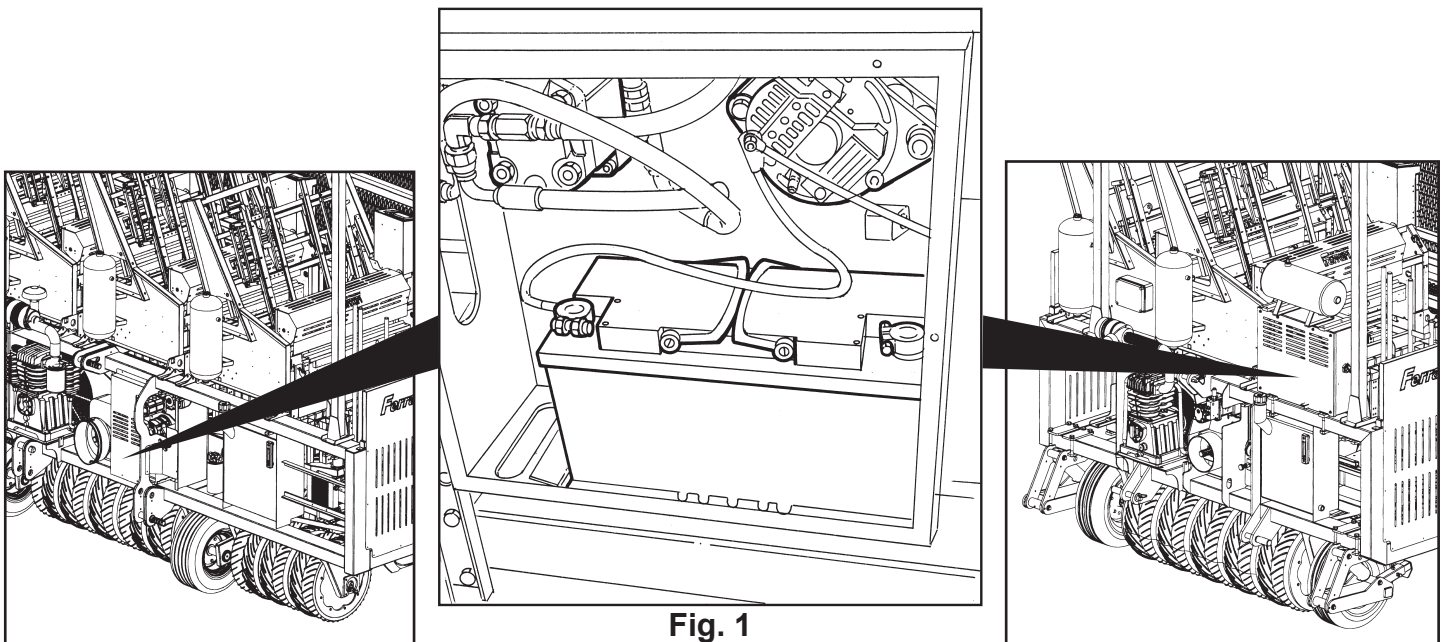

Fig. 1
- Gruppo alimentazione elettrica (Fig. 1).
- Electric power supply unit (Fig. 1).
- Groupe alimentation électrique (Fig. 1).
- Grupo de alimentación eléctrica (Fig. 1).